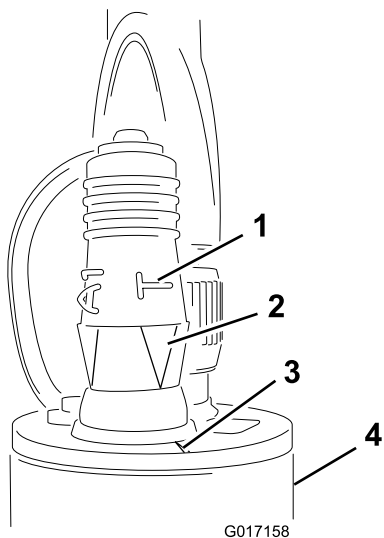

Figura 21
3. Instale a tomada de programação no sensor (Figura 21).
Importante: Certifique-se de que alinha a seta inferior por baixo dos “T” laterais no entalhe da extremidade superior do sensor (Figura 21).